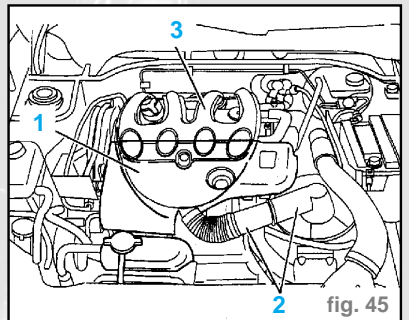

fig. 45
- le cache-style (1) (fig. 45)